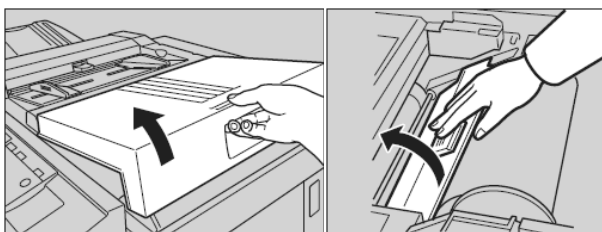

图 5-25 打开版纸器盖
- ① 先打开右侧盖，然后再将版纸器盖打开，如图 5-25 所示。